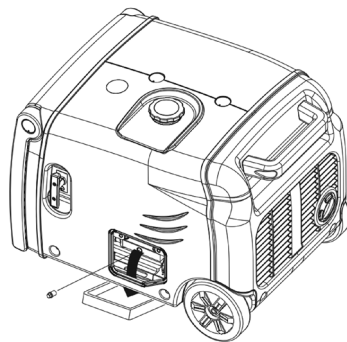

Fig. 22 – Removiendo la tapa del dreno
6. Remueva la tapa de dreno del cárter (fig. 22);